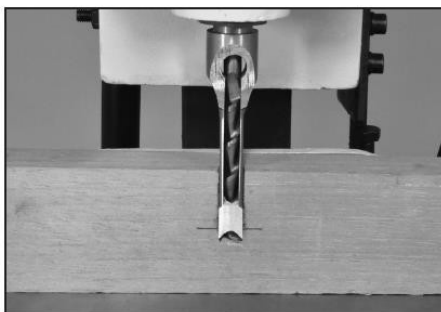

Рис. 13
1. Отметьте глубину паза на боковой стороне заготовки или доски из отходов. Установите резец и сверло, которыми будет нарезан паз, напротив этой отметки. Рис. 13. Чтобы головка станка останавливалась в этом положении, необходимо затянуть стопорный винт (поз. 64).